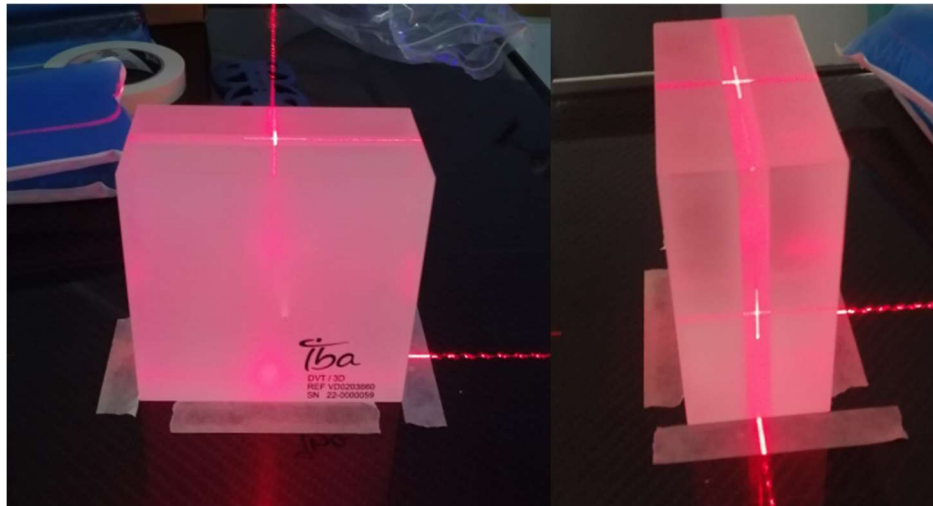

Figure 3 - Centrage à l'isocentre avec les lasers
4. Centrer le fantôme à l'isocentre du C-ARM à l'aide des lasers de centrage et des repères gravés sur le fantôme (cf. Figure 3)